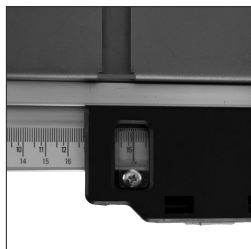

Fig. 28
N.B.: De schulpgeleider omvat een vergrootglas (**Fig. 28**) om de meetschaal op de geleiderrail te kunnen lezen.